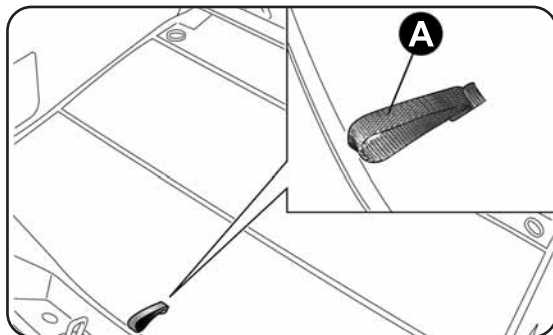
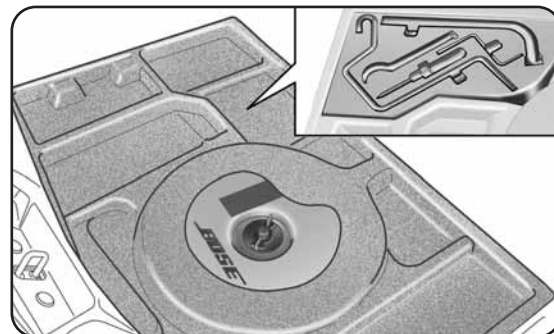
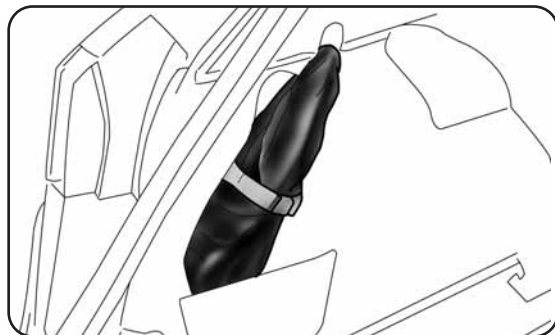
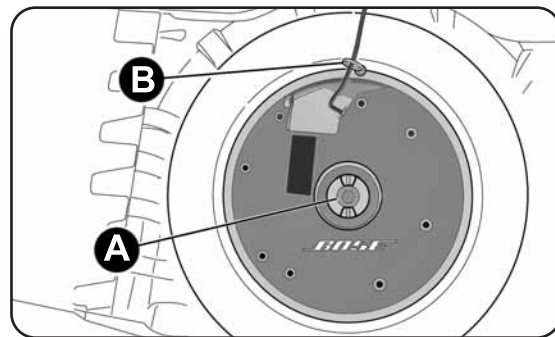

fig. 113
fig. 119
fig. 119a
fig. 120
- ouvrir le coffre, tirer la languette A-fig. 113 et soulever vers le haut le revêtement du tapis ;
Sur ces versions, les outils nécessaires au remplacement de la roue sont situés à l'intérieur d'un boîtier spécifique situé du côté gauche du coffre à bagages (voir fig. 119). Le cric se trouve par contre à l'intérieur d'un compartiment situé sur le côté gauche du coffre (voir fig. 119a).
- ouvrir le coffre, tirer la languette A-fig. 113 et soulever vers le haut le revêtement du tapis et déposer l'épaisseur fig. 119 de l'espace de chargement ;
- dévisser le dispositif de blocage A-fig. 120, détacher l'agrafe B de fixation du câble et soulever ensuite le Subwoofer ;
- repositionner correctement le câble du Subwoofer de manière à éviter tout pincement. Clipser ensuite l'agrafe B-fig. 120 et visser le dispositif de blocage A. Replacer correctement l'épaisseur fig. 119 du compartiment de chargement et abaisser le tapis de revêtement du coffre à bagages.